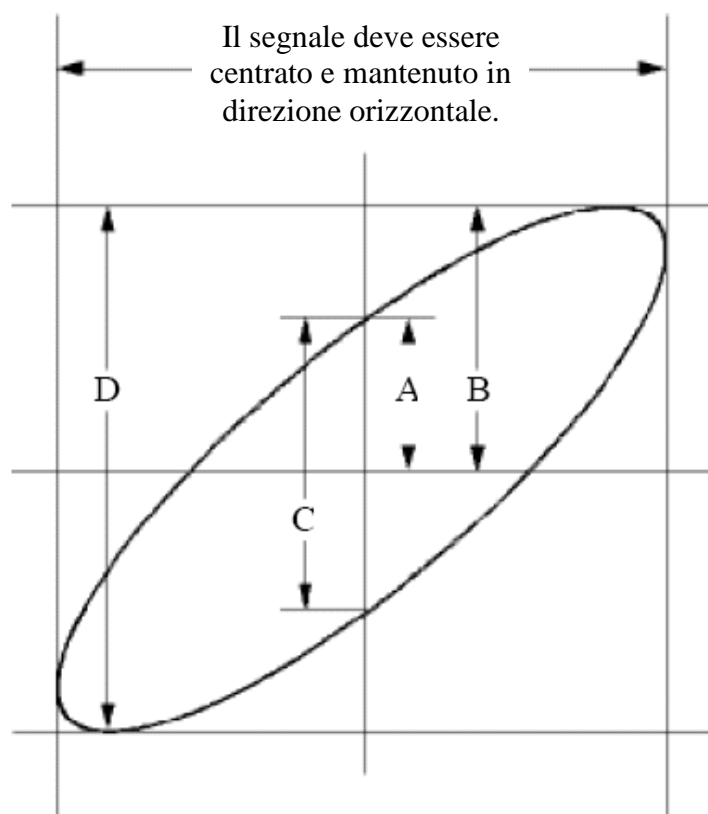

Figura 6-6 Grafico di Lissajous
- (1) Impostare il coefficiente di attenuazione del menu della sonda per **10X** e quello dell'interruttore nella sonda per **10X** (vedere "**Fehler! Verweisquelle konnte nicht gefunden werden.**" su **Pfehler! Textmarke nicht definiert.**).
- (2) Collegare la sonda del canale 1 all'ingresso della rete e quella del canale 2 all'uscita della rete.
- (3) Premete il pulsante **Autoset**, con l'oscilloscopio che accende i segnali dei due canali e li visualizza sullo schermo.
- (4) Gira la manopola **Vertical Scale**, rendendo le ampiezze di due segnali uguali nel grezzo.
- (5) Premere il pulsante **Acquire** per visualizzare il menu di destra.
- (6) Nel menu di destra, selezionate **XY Mode** come **ON**. L'oscilloscopio visualizzerà le caratteristiche di ingresso e di terminale della rete sotto forma di grafico di Lissajous.
- (7) Gira le manopole **Vertical Scale** e **Vertical Position**, ottimizzando la forma d'onda.
- (8) Con il metodo dell'oscillogramma ellittico adottato, osservate e calcolate la differenza di fase (vedi *Figura 6-6*).